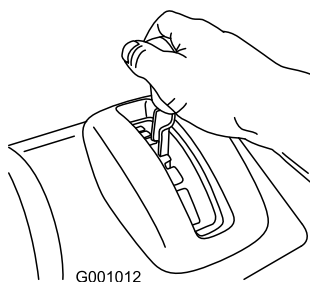

**Bild 29**
1. Drücken Sie zum Einkuppeln des Fahrtriebs den linken Hebel (Fahrtrieb) zum Handgriff (Bild 29).